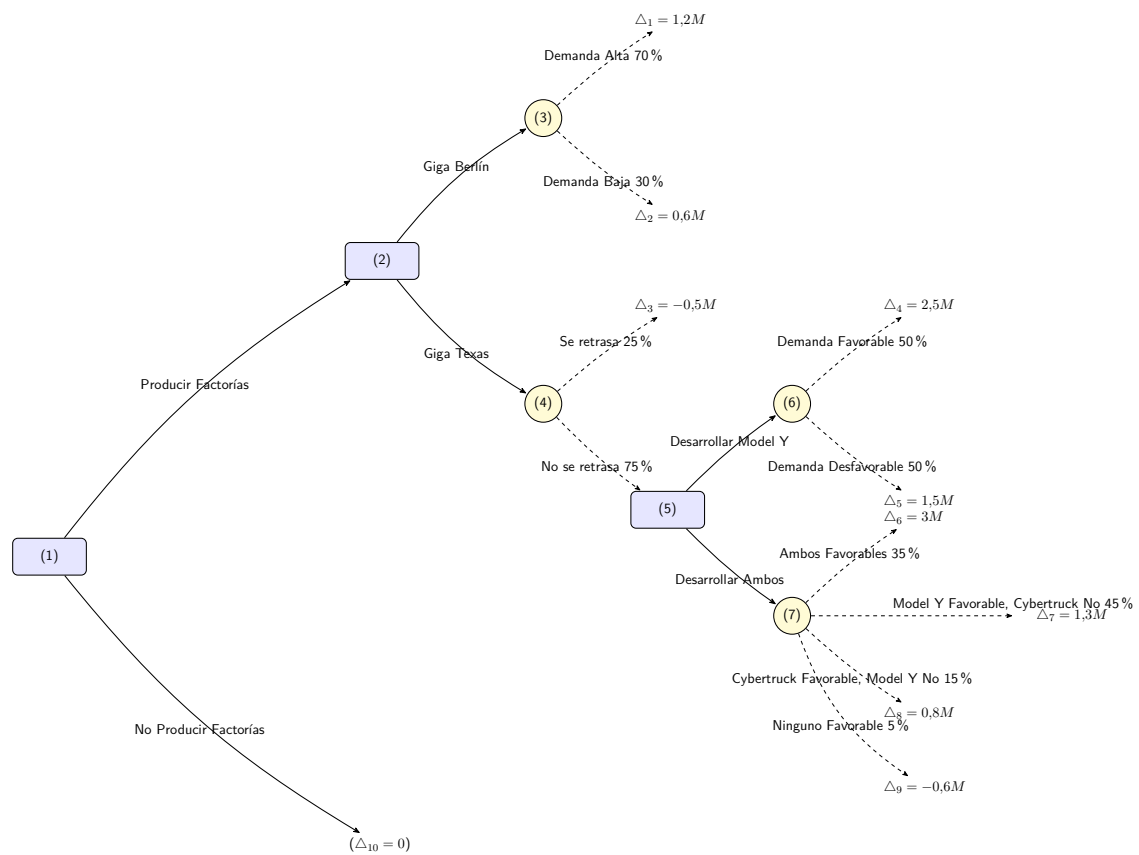

Figura 1.6: Diagrama de Transición del AFD del Ejercicio 6.
*Solución 1.1.6.* El grafo de decisiones corresponde con el de la figura 1.6. Las cantidades están en millones de euros.